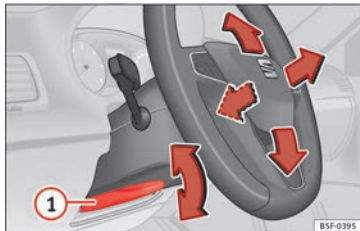

Fig. 19 Palanca en la parte inferior del lateral izquierdo de la columna de dirección.
- Ajustar la posición del volante: tire de la palanca » » » **fig. 19** ① hacia abajo, mueva el volante hasta la posición deseada y vuelva a subir la palanca hasta el punto de cierre.